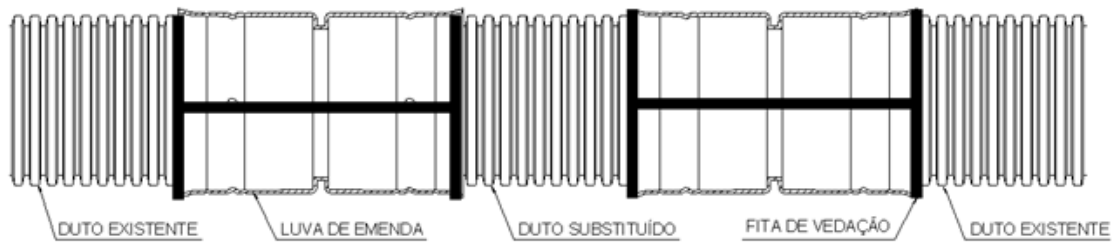

Figura 22 / Figure 22
- Selle herméticamente toda la zona reparada con cinta de sellado y cinta de protección (Figura 22).